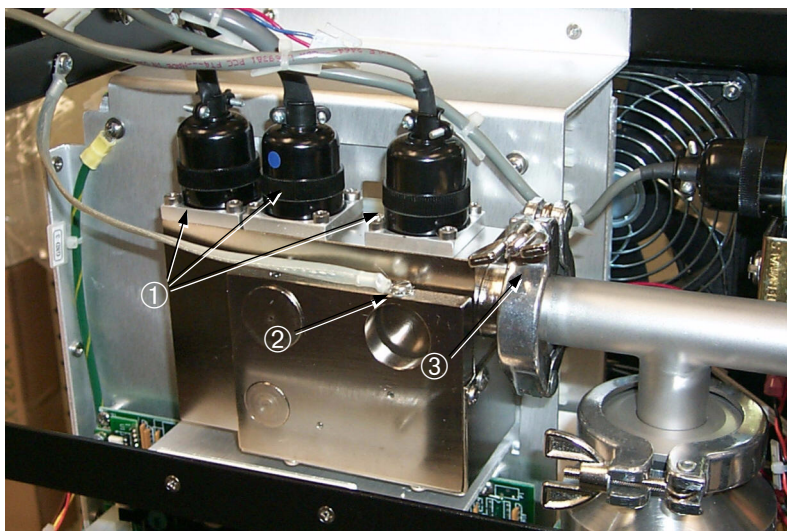

图 4-2 质谱计管部件的正面图
2. 将前面板顶部向前倾斜 ② 以便对质谱计管部件执行操作。小心不要拉紧前面板显示的印刷电路板线束。
3. 质谱计管位于 979 前面板后的正面中央（图 4-2）。
除了图 4-2 中 ① 所示的装置顶部的三个连接器和接地电缆线 ②，质谱计管使用 KF-25（ISO NW-25）快速固定装置 ③ 和管子下面的蝶型螺母（图中未显示）安装。